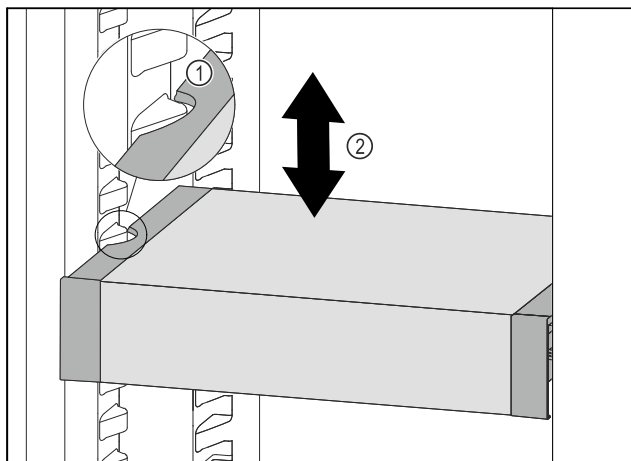

Fig. 63
- Изтеглете VarioSafe напред, докато страничните прорези на VarioSafe се намират на височината на ребро на съда в хладилната част. Fig. 63 (1)
- Преместете VarioSafe нагоре или надолу в хладилната част, докато се достигне желаната височина. Fig. 63 (2)